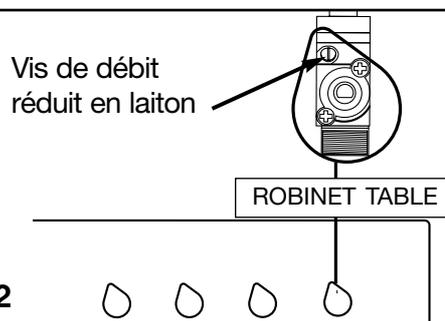

fig. 2
- Avec un petit tournevis, vissez à fond ↻ la vis en laiton de chaque robinet (voir fig.2).
- Avec un petit tournevis, dévissez environ d'un tour ↻ la vis en laiton de chaque robinet (voir fig.2).
- Avec un petit tournevis, vissez environ d'un tour ↻ la vis en laiton de chaque robinet (voir fig.2).
- Torsadez soigneusement les brins (fig. 2).